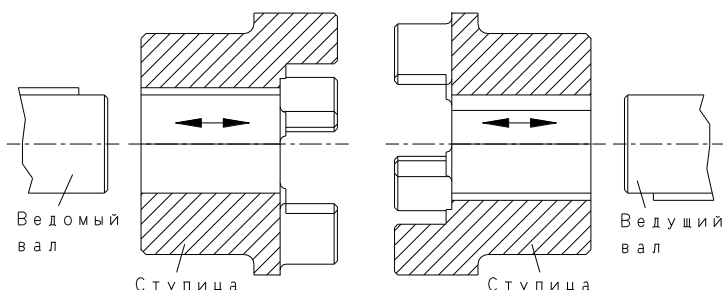

Рис. 5: Монтаж ступиц
- Установите ступицы на валах ведущей и ведомой стороны (см. рис. 5).